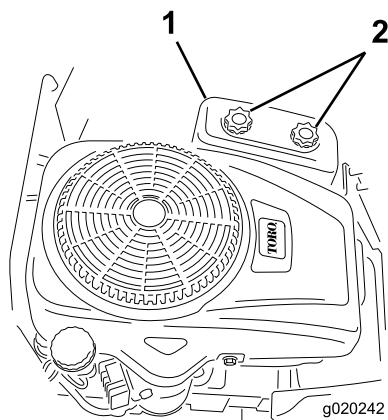

Figura 31
4. Retire la tapa del limpiador de aire desenroscando los 2 pomos (Figura 31).
3. Instale la tapa del limpiador de aire y apriete los 2 pomos (Figura 31).